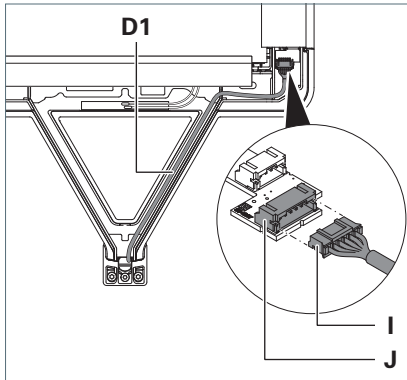

Fig. 5: Steuerleitung anschließen.
- Legen Sie die Steuerleitung **D1** aus dem Standrohr in den Tragarm des Leuchtenkopfs, siehe Fig. 5.